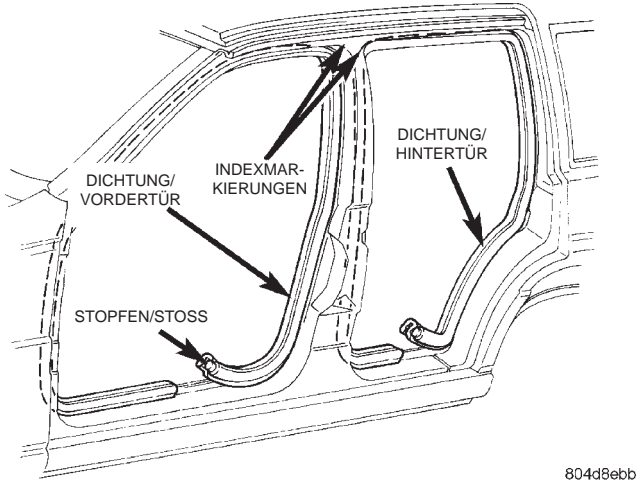

Abb. 25
- (1) Umlaufende Gummidichtung in den Ecken positionieren. Dazu die Lacktupfer als Markierungen nutzen.
- (2) Gummidichtung nach oben und um die Ecke der Türöffnung führen. Fest auf den Türflansch aufdrücken (Abb. 25).
- (3) Stopfen mit den beiden Enden der Gummidichtung unten in der Türöffnung zusammenstoßen.
- (4) Untere Verkleidung der B-Säule anbauen.
- (5) Obere Verkleidung der B-Säule anbauen.
- (6) Verkleidung der A-Säule anbauen.